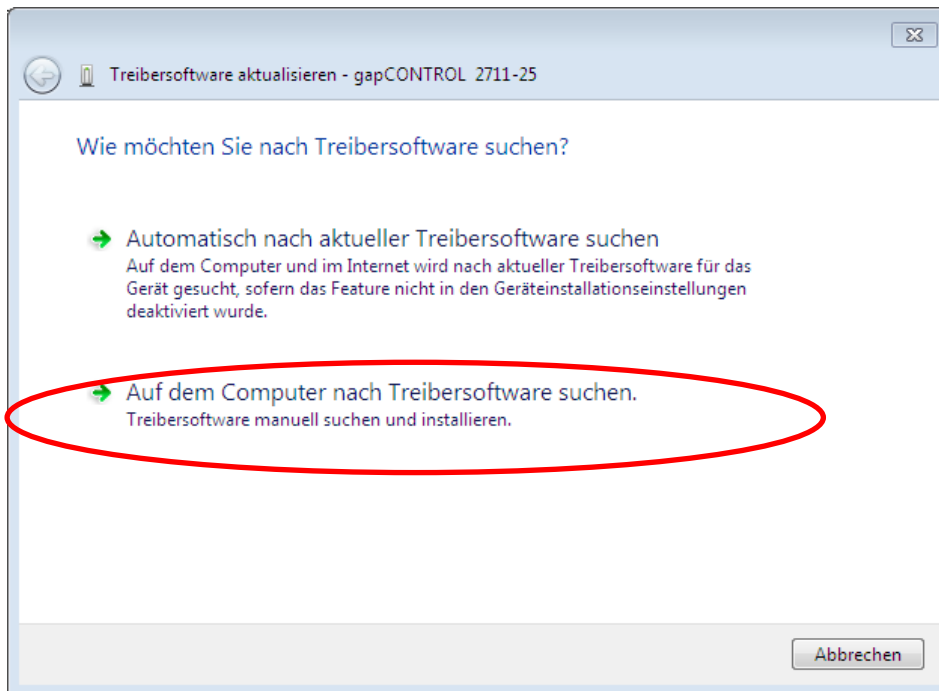

Abb. 8.9: Manuelle Treiberinstallation Windows 7 - Schritt 1
- ➡ Wählen Sie "Auf dem Computer nach Treibersoftware suchen" (siehe Abb. 8.9).